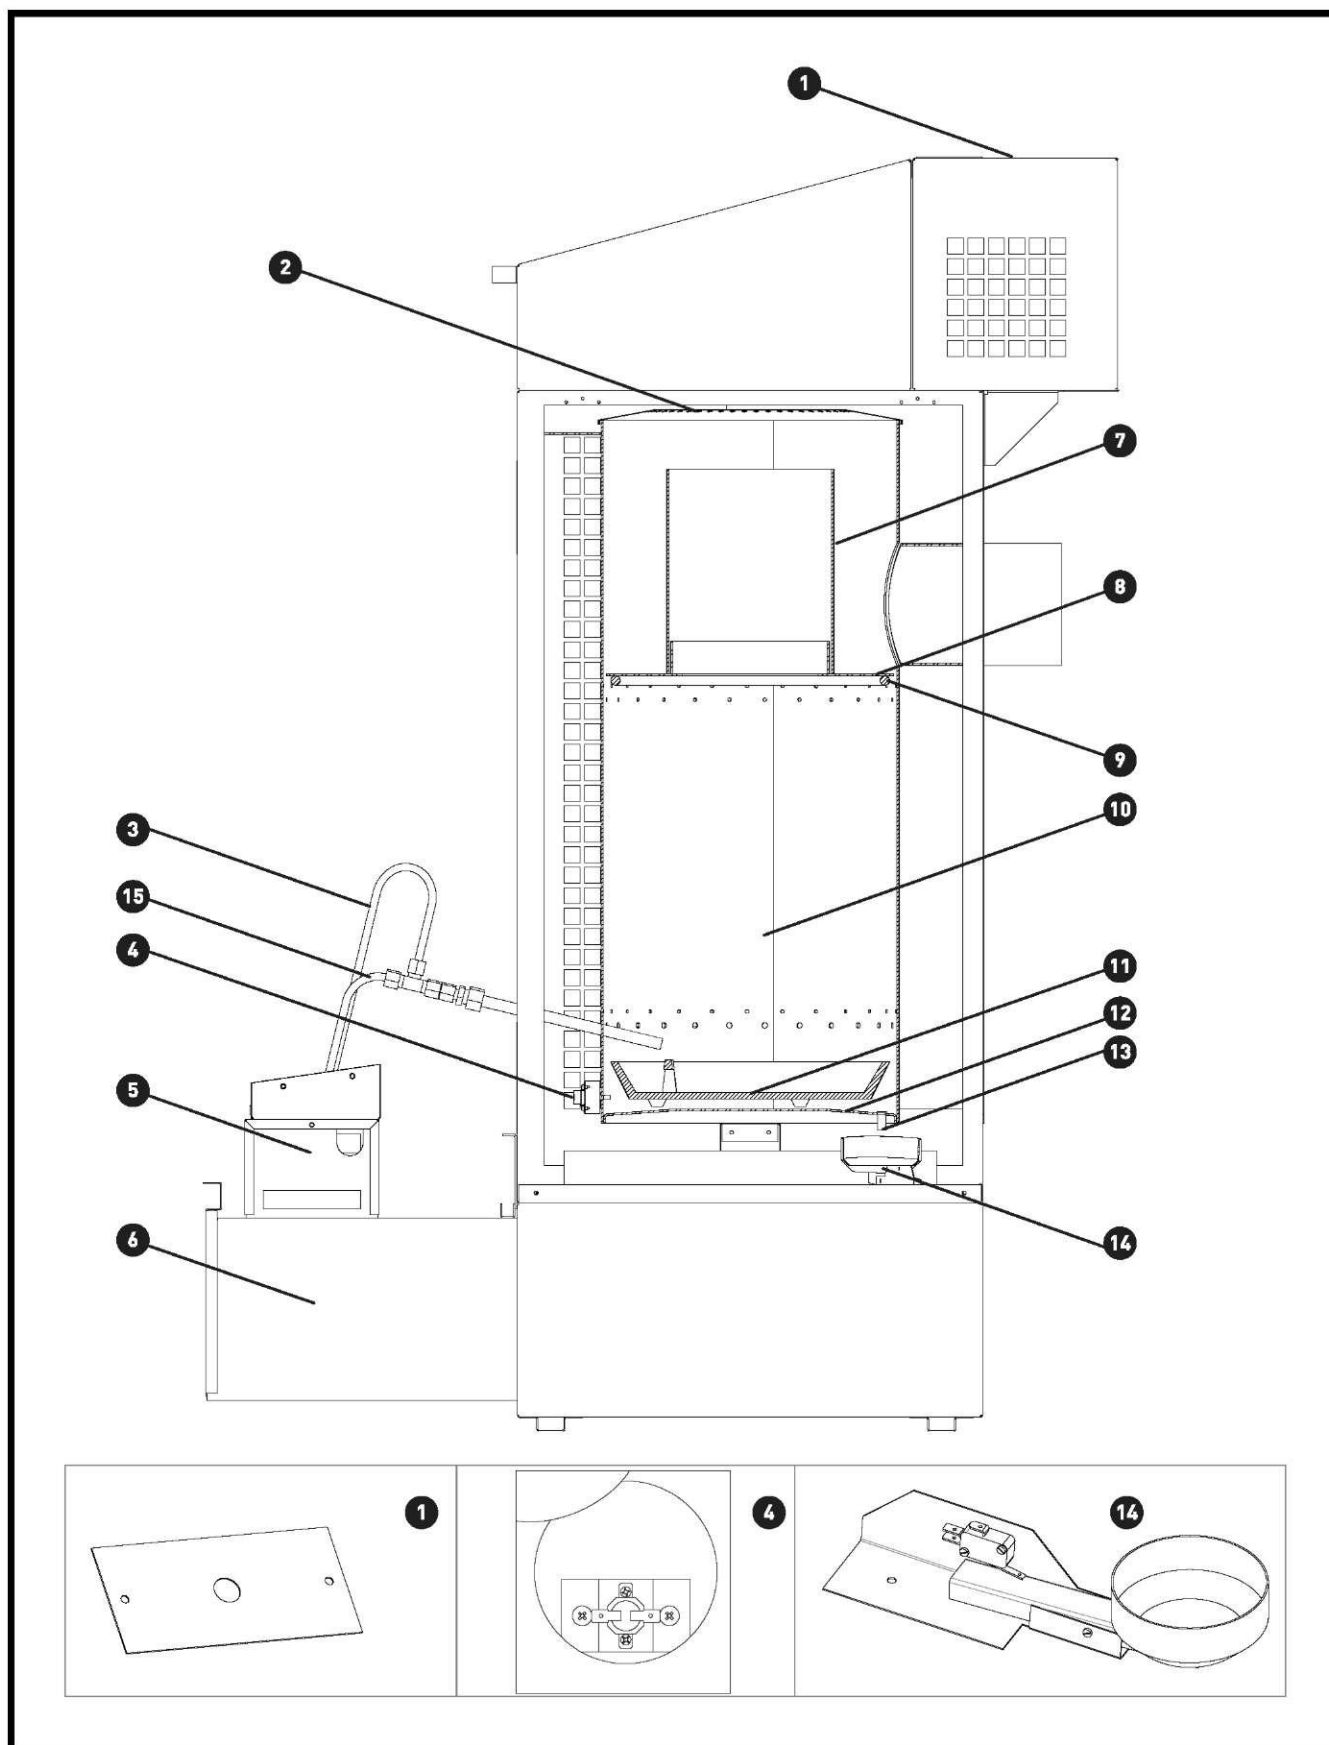

Fig. 1
- Bimetalový snímač (schéma FIG1/poz.4) umístěný na spalovací komoře reaguje spojením kontaktů, když teplota topeniště překročí 40°C a odpojením kontaktů, pokud teplota klesne pod 35°C.
- Druhý bimetalový snímač (schéma FIG1/poz.1) je umístěn v blízkosti ventilátoru pro přívod vzduchu - jeho mezní teplota je 90°C. Při překročení mezní teploty dojde k rozevření jeho kontaktu a kamna okamžitě přecházejí do režimu „Přehřátí“.
- Kamna jsou vybavena také snímačem hmotnosti umístěným pod spalovací komorou (schéma FIG1/poz.14).
- schéma Fig. 1 Kryt kamen